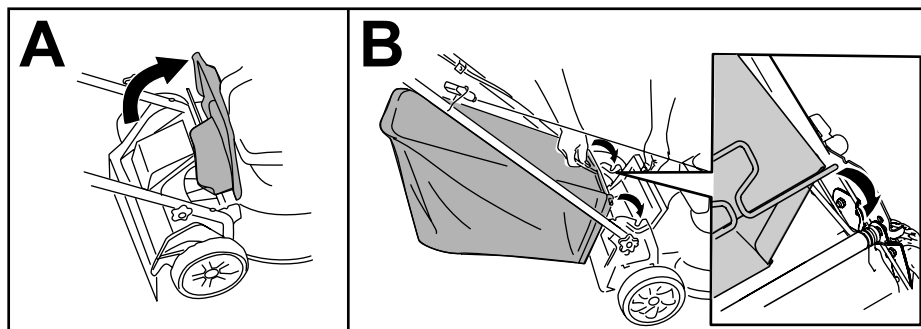

Figura 14
1. Levante el deflector trasero (Figura 14, A).
2. Introduzca los extremos de la varilla de la bolsa de recogida en las muescas de los soportes del manillar (Figura 14, B).